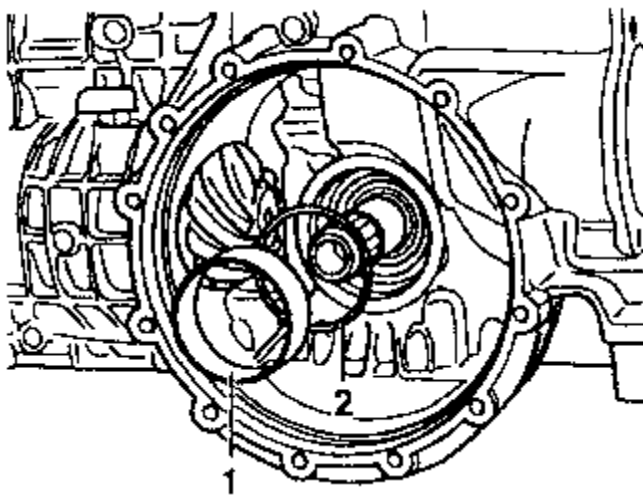

图 8-116 拆卸差速器圆锥滚柱轴承
(6) 如图 8-116 所示，用手从变速箱壳体中取出差速器圆锥滚柱轴承外环 1 和其后面的调整垫片 2。调整垫片是经过测量后才使用的，不允许用别的厚度垫片替换。
(4) 用手把调整垫片和差速器圆锥滚柱轴承外环放入变速箱壳体并靠实（图 8-116）。